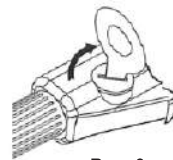

Рис. 3
- Установите крышку батарейного отсека на место и поверните по часовой стрелке, чтобы зафиксировать ее (рис. 3)